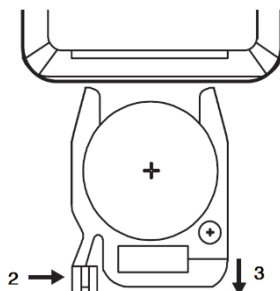

Figura 2
2. Si es necesario sustituir la pila del mando a distancia, (véase la figura 2), el primer paso consiste en empujar el cierre en la dirección de la flecha 2, el segundo paso consiste en tirar de la tapa en la dirección de la flecha 3. Sustituya la pila y, a continuación, empuje la tapa hacia el interior del mando a distancia en la dirección opuesta a la flecha 3, hasta que quede bloqueada.